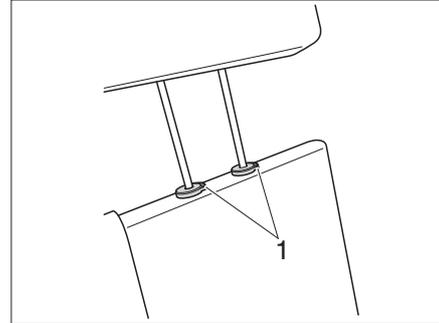

Fig. 22 Poggiatesta del sedile (Variante 2)
*Variante 2* ■ Premere entrambi i tasti di sicurezza (Fig. 22,1) e regolare o rimuovere il poggiatesta.